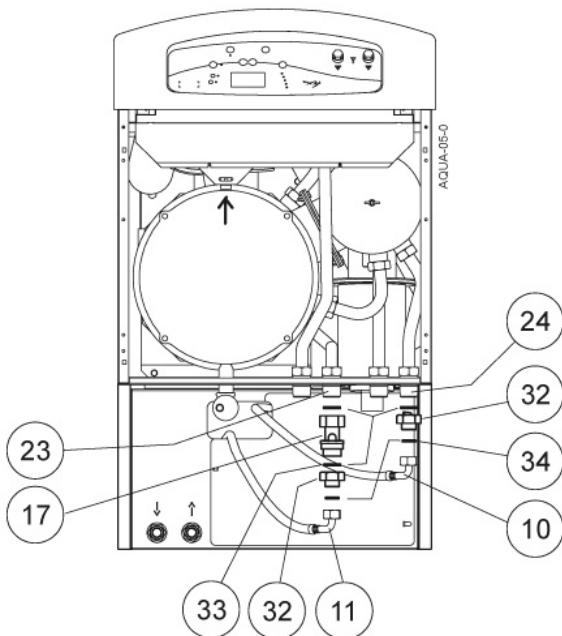

Fig. 7
- ▶ Plaats de ketel op de 4 verstevigingen (E). Gebruik daarvoor metalen buizen (gaten van Ø 30 mm om de buizen door te steken zijn voorzien in de sokkel van de ketel).
- ▶ Veranker de ketel aan de 2 voorste verstevigingen van de boiler met 2 bouten, moeren en rondellen (F) uit het zakje met toebehoren.
- ▶ Verwijder de plaat (G) achteraan de boiler (vijsje losdraaien).
- de aansluiting van de 2 flexibels (10 en 11) op de ketel, (zie fig. 7),
- de elektrische aansluiting van de pompen (6 en 8) en van de sanitaire sensor (4) aan de klemmenblok van de ketel (zie § 7).
- ▶ Positionner la chaudière sur les 4 renforts (E) à l'aide de barres de manutentions (orifices Ø 30 mm prévus pour les passages des barres dans le socle de la chaudière).
- ▶ Fixer la chaudière aux 2 renforts avant du ballon à l'aide des 2 vis, écrous et rondelles (F) livrées dans la pochette accessoires du ballon.
- ▶ Oter la trappe (G) à l'arrière du ballon (retrait d'une vis).
- le raccordement des 2 flexibles (10 et 11) sur la chaudière (voir fig. 7),
- le raccordement électrique des circulateurs (6 et 8) et de la sonde sanitaire (4) au bornier électrique de la chaudière (voir § 7).
### 6.3.3 Zakje met toebehoren (fig. 7)
### 6.3.3 Pochette accessoires (fig. 7)